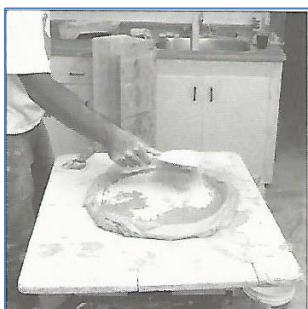

Figure 11
Étape 15: Ajouter la poudre Durabond 90® jusqu'à ce qu'elle cesse d'absorber (fig. 11). Mélanger la partie interne afin d'obtenir la même consistance que le ciment à joints. Ajoutez de l'eau ou de la poudre jusqu'à obtenir la consistance appropriée (fig. 12). Une fois que la partie interne est satisfaisante, mélangez ensuite l'anneau extérieur de ciment à joint (fig. 13).